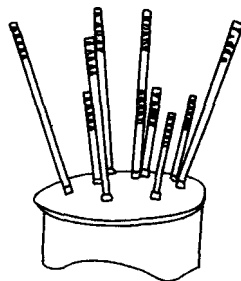

图 1-5 气流烘干机
(1) 烘箱 实验室一般使用的是恒温鼓风干燥箱，主要用于干燥玻璃仪器或无腐蚀性、热稳定好的药品。使用时应先调好温度（烘玻璃仪器一般控制在  $100 \sim 110^\circ\text{C}$ ）。刚洗好的仪器应将水倒尽后再放入烘箱中。烘仪器时，将烘热干燥的仪器放在上边，湿仪器放在下边，以防湿仪器上的水滴到热仪器上造成仪器炸裂。热仪器取出后，不要马上碰冷的物体如冷水、金属用具等。带旋塞或具塞的仪器，应取下塞子后再放入烘箱中烘干。
(2) 气流烘干机 是一种用于快速烘干仪器的设备，如图 1-5。使用时，将仪器洗干净后，甩掉多余的水分，然后将仪器套在烘干器的多孔金属管上。注意随时调节热空气的温度。气流烘干机不宜长时间加热，以免烧坏电机和电热丝。